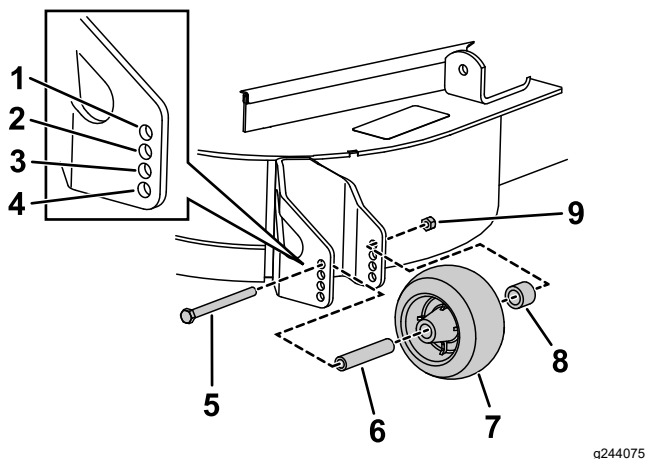

图 13
- 在调节剪草高度后应通过卸下凸缘螺母、衬套、隔片和螺栓来调节滚筒图 13。
- 安装凸缘螺母、衬套、隔片和螺栓。上紧扭矩至 5461 N·m > 图 13。